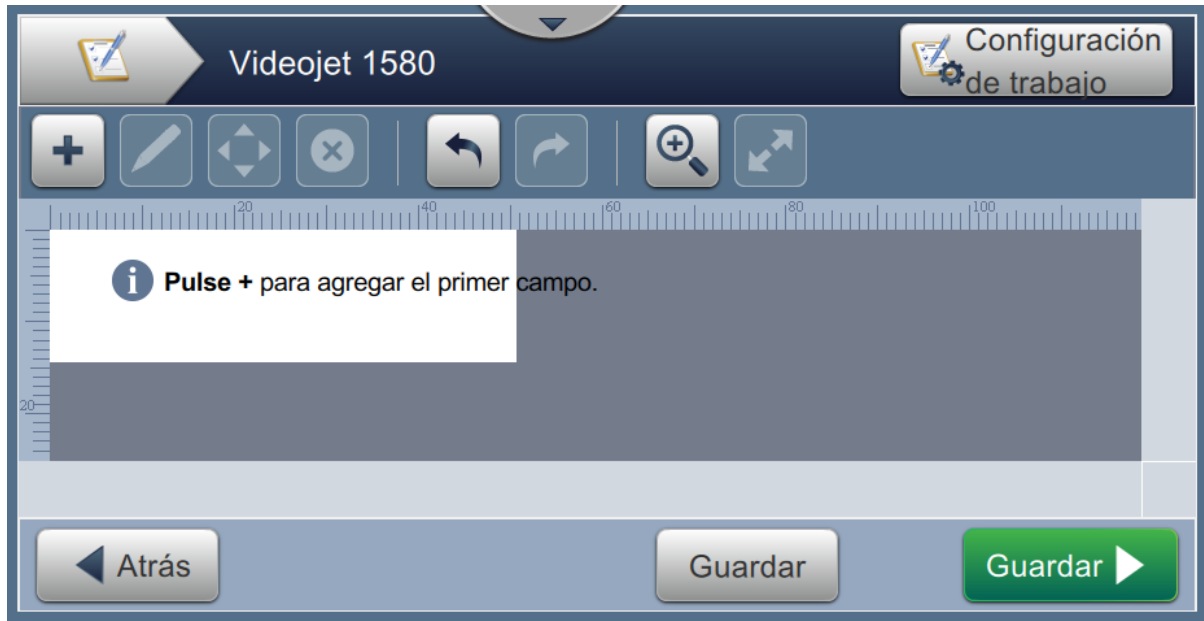

Figura 5-3. Pantalla Editor de trabajos
- Se abre la pantalla Editor de trabajos, como se muestra en la Figura 5-3.